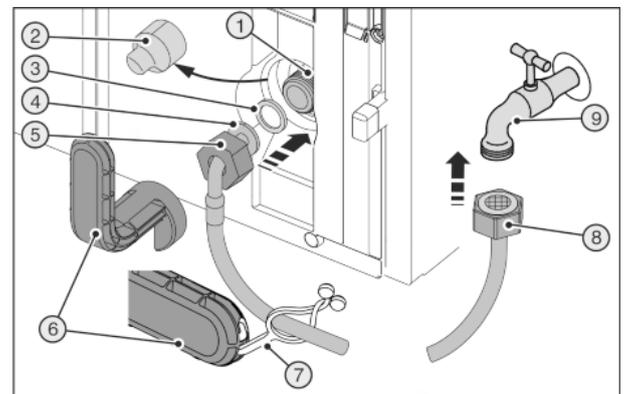
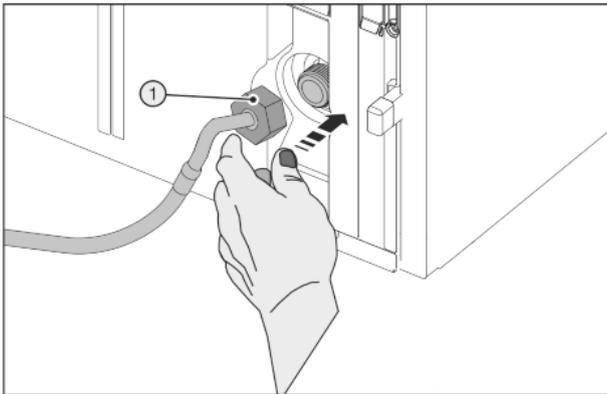

Fig. 48
Fig. 49
Strumento ausiliario rotto *Fig. 48 (6)*!
- Utilizzare strumenti ausiliari *Fig. 48 (6)* esclusivamente a temperatura ambiente.
- Togliere la copertura *Fig. 48 (2)*.
- Montaggio facilitato: posare l'estremità diritta del tubo *Fig. 48 (8)* a sinistra sul pavimento.
- Spingere il dado *Fig. 48 (5)* sull'estremità angolata del tubo *Fig. 48 (4)* fino alla fine e serrare.
- Inumidire la guarnizione *Fig. 48 (3)* e spingerla nel dado *Fig. 48 (5)*.
- ▷ La guarnizione *Fig. 48 (3)* è posizionata piatta ed è tenuta leggermente.
- Applicare con cura il dado *Fig. 49 (1)* e avvitare con due dita direttamente sul filetto, finché non è perfettamente in sede.
- Serrare il dado *Fig. 49 (1)* in senso orario con lo strumento ausiliario *Fig. 48 (6)* fino a raggiungere la coppia massima e a spanare lo strumento ausiliario *Fig. 48 (6)*.
- avvitare il dado *Fig. 48 (8)* sul rubinetto d'intercettazione *Fig. 48 (9)*.
- Serrare il dado *Fig. 48 (8)* in senso orario con lo strumento ausiliario *Fig. 48 (6)* fino a raggiungere la coppia massima e a spanare lo strumento ausiliario *Fig. 48 (6)*.
- Aprire il rubinetto d'intercettazione *Fig. 48 (9)* dell'alimentazione dell'acqua e controllare la tenuta dell'intero impianto dell'acqua.
- Agganciare la linguetta *Fig. 48 (7)* nello strumento ausiliario *Fig. 48 (6)* e fissare al tubo d'acciaio inox per conservarlo.